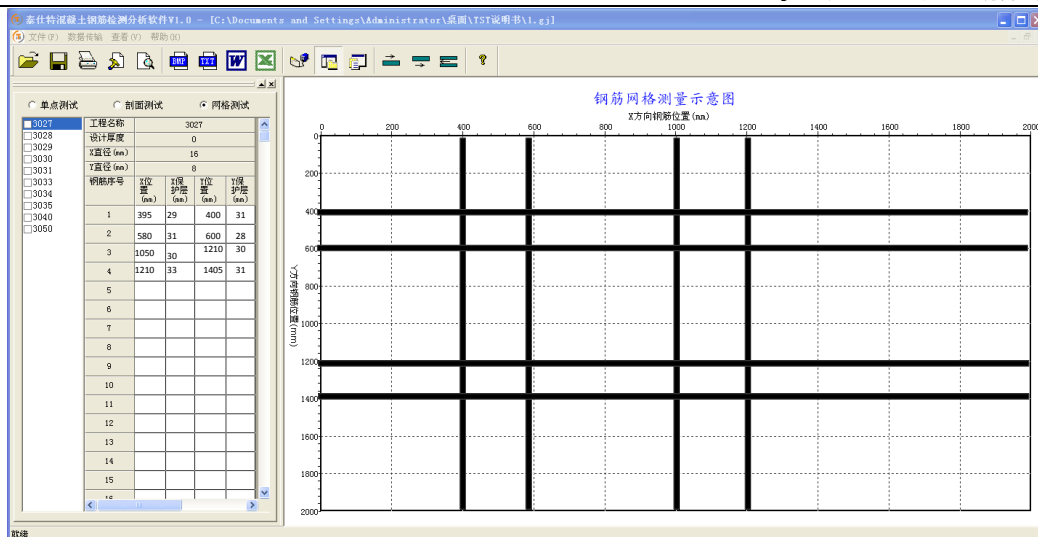

图 6-17
(3) **网格测试**：当用户选择网格测试时，会弹出如图 6-17 所示的界面，在控制面板的数据显示区中显示当前项目编号所对应的数据，在右侧的窗口显示区内则显示钢筋网格测量的位置示意图，其中 Y 坐标表示垂直测试钢筋的位置，X 坐标表示水平测试钢筋的具体位置，黑色的粗线则表示一根根钢筋。